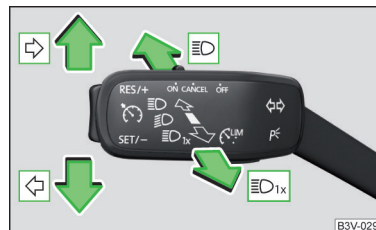

Fig. 49
Posiciones de la palanca de mando » fig. 49
- » Presione la palanca de manejo hasta el tope en la posición **↷** o **↶** » **fig. 49 de la pág. 69.**